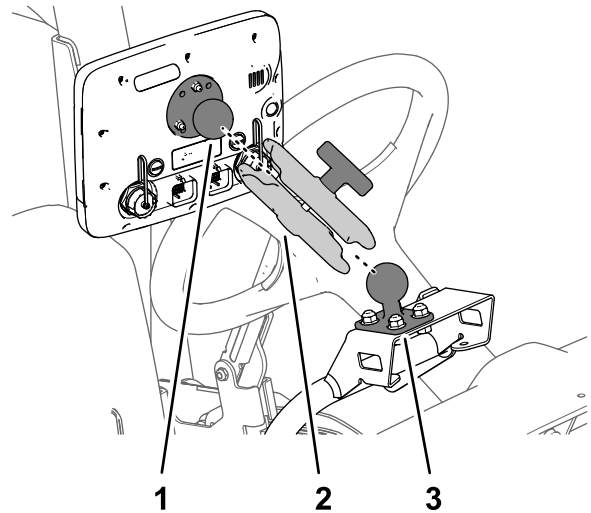

Figure 164
- Engagez la rotule du moniteur et le support à rotule situé sur la machine dans le bras du moniteur (Figure 164).
- Ajustez le moniteur pour qu'il soit visible par l'opérateur de la machine et serrez le bouton du bras du moniteur à la main (Figure 164).